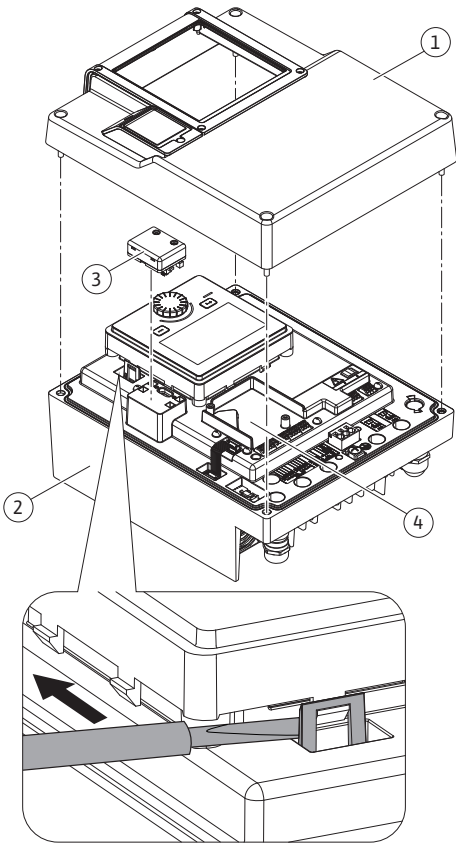
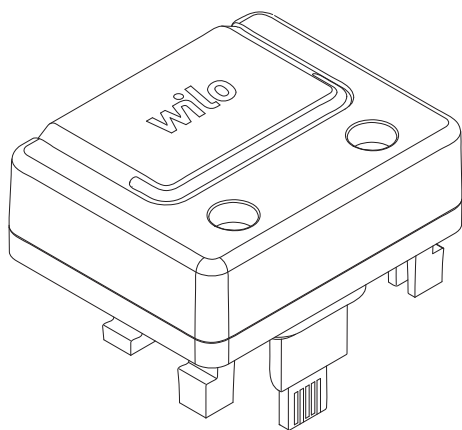

Fig. 26: Електронен модул
Fig. 27: Модул Wilo-Smart Connect Modul BT
Bluetooth интерфейсът (Fig. 26, поз. 3) Wilo-Smart Connect модул BT (Fig. 27) служи за присъединяване към мобилни крайни устройства като смартфон и таблет. В приложението Wilo-Assistant ще намерите функция Wilo-Smart Connect. Помпата може да се управлява, настройва, а данните за помпата да се прочитат с помощта на функцията Wilo-Smart Connect. Настройки виж глава „Пускане в експлоатация“ [► 51].
1. Разхлабете четирите болта на горната част на електронния модул (Fig. 26, поз. 1; Fig. I, поз. 2).
3. Поставете Wilo-Smart Connect модул BT в предвидения интерфейс Wilo-Connectivity Interface. Вижте Fig. 26, поз. 3.
CIF модулите (окомплектовка) служат за комуникация между помпите и сградната техника. CIF модулите се поставят в електронния модул (Fig. 26, поз. 4).